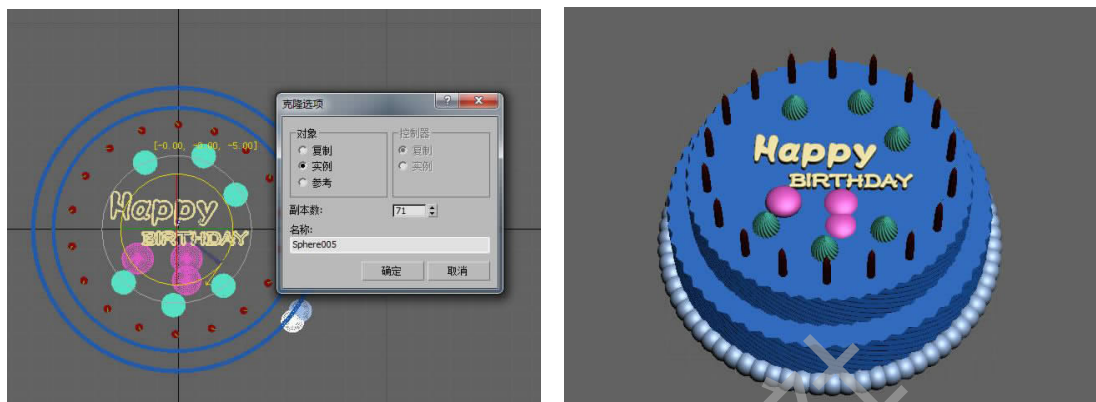

图 2-80 旋转复制
Step 24. 关闭“仅影响轴”，打开  角度捕捉按钮，按 Shift 键使用旋转工具进行旋转复制，如图 2-80 所示。